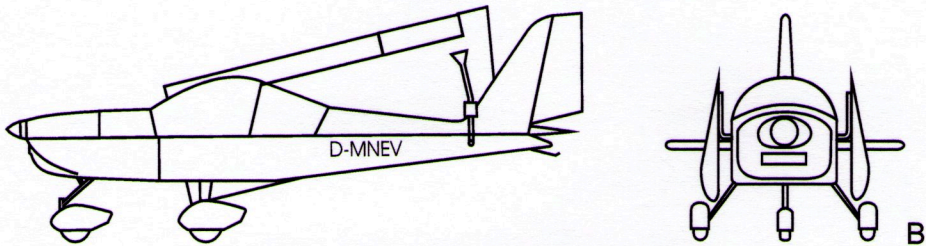
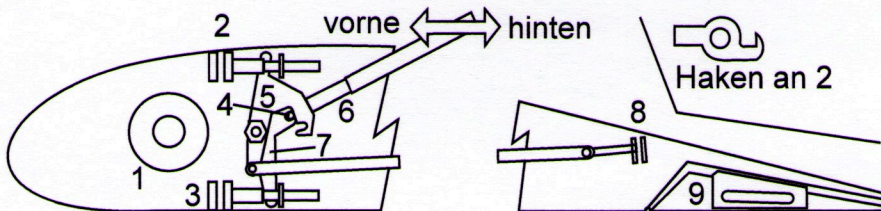

Bild 10: Flügel an Rumpf geklappt
Bild 11: Holmanschluss rechter Flügel vom Rumpf her gesehen, entriegelt
Die Flügelspitze wird von zwei in den Rumpf gesteckten Rohrbügeln gehalten (Bild 10), die Wurzelrippe durch ein Gelenk. Um den Mechanismus richtig zu bedienen, muss man die in Bild 11 und 12 gezeigten Skizzen verstehen und sich am geklappten Flügel damit vertraut machen. Damit die Bolzen leichtgängig zu betätigen sind, ist die Flügelspitze durch leichtes Anheben zu entlasten. Auf keinen Fall mit Kraft arbeiten !
- 1.** Prüfen, dass alle drei Holmbolzen voll aus den Führungen 2, 3 und 8 ausgerückt sind. Die Stellung der Hebel 5 & 7 muß wie in Bild 11 sein.